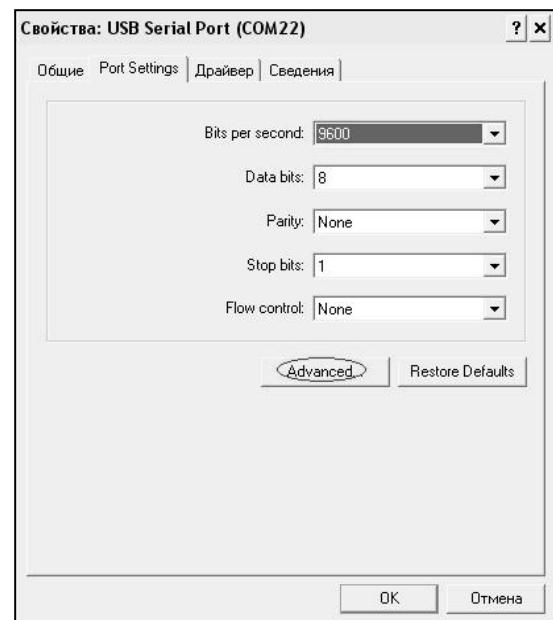
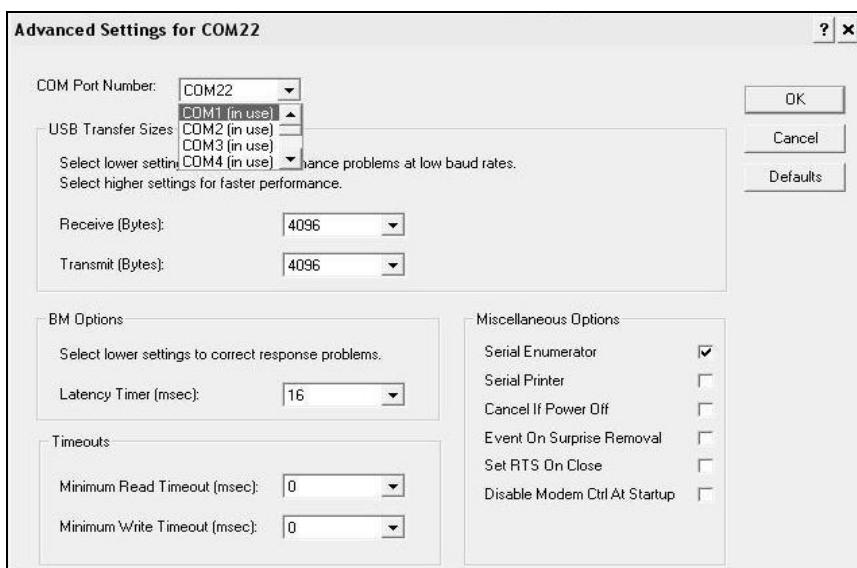

Рисунок 2.7 – Окно свойств USB-порта
Рисунок 2.8 – Дополнительные настройки драйвера
2.6.5.2.3 Перейти на вкладку «Параметры окна», нажать кнопку «Дополнительно» (рисунок 2.7) и в выпадающем списке «Номер Com- порта» выбрать «COM 1» (рисунок 2.8) и нажать кнопку «OK».